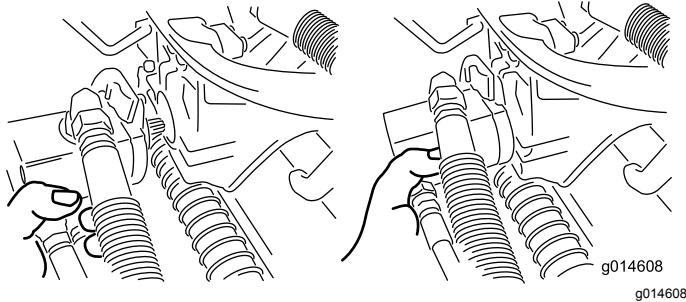

Bild 46
3. Legen Sie den Motor am Aufbewahrungsplatz vorne am Aufhängearm ab (Bild 46).